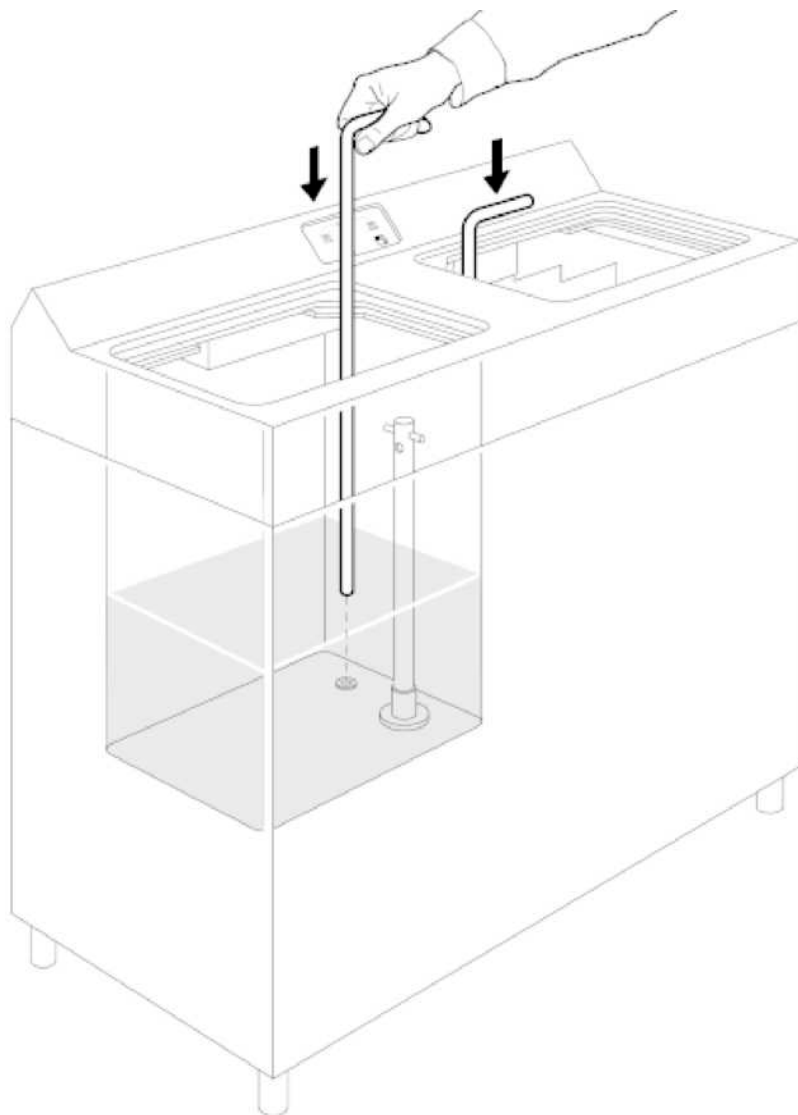

Рисунок 12. Установка уплотнительных стержней
2. Закройте отверстия E1 и E2 (рис. 2) с помощью уплотнительных стержней. Это значительно повысит давление насоса до высоты заполнения более одного метра (рис. 12).